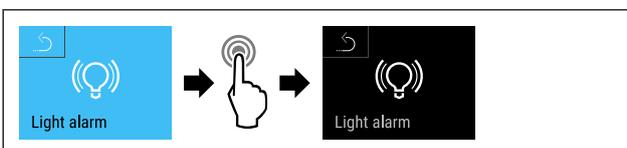

Fig. 153
- ▶ Handlungsschritte (siehe Fig. 153) durchführen.